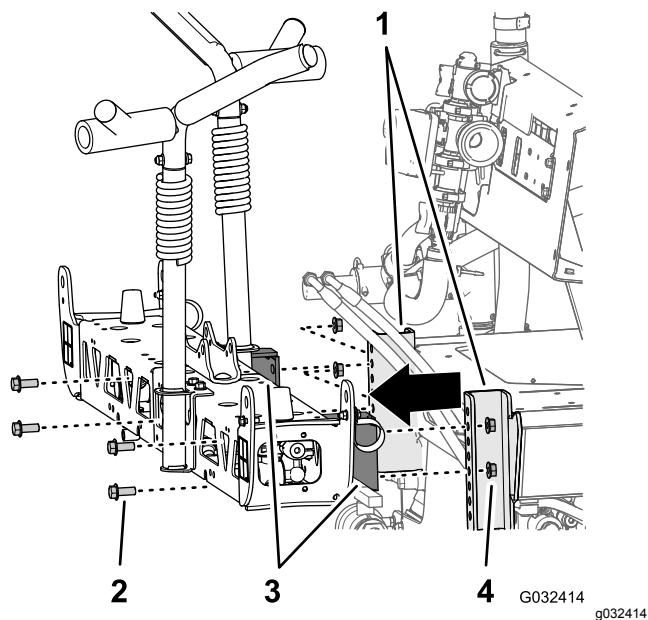

Figura 69
4. Rimuovete i 4 bulloni a testa flangiata ( $\frac{1}{2}$ " x  $1\frac{1}{4}$ ") e i 4 dadi di bloccaggio flangiati ( $\frac{1}{2}$ ") che fissano le staffe di supporto della sezione della barra centrale al profilato di montaggio sul telaio dell'irroratrice e rimuovete la sezione della barra centrale dalla macchina (Figura 69).